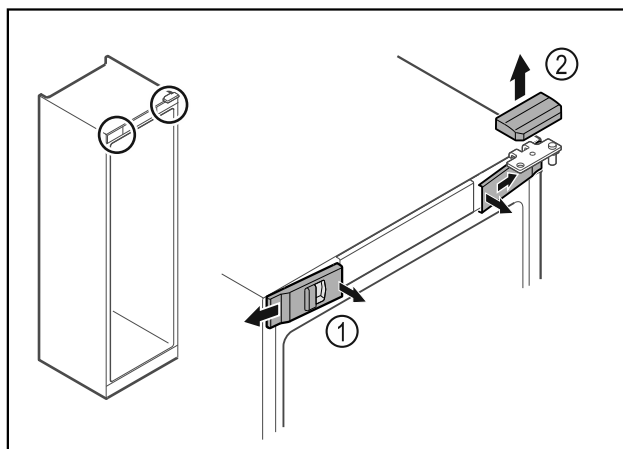

Fig. 7\*
- ▶ Klik de forreste indvendige afdækninger Fig. 7 (1) ud, og tag dem af i siden.\*
- ▶ Tag den øverste afdækning Fig. 7 (2) af opefter.\*